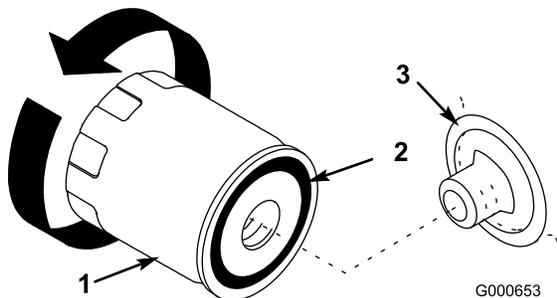

Рисунок 24
- Снимите старый фильтр и протрите поверхность прокладки переходника фильтра (Рисунок 24).
- Нанесите тонкий слой свежего масла на резиновую прокладку нового фильтра (Рисунок 24).
- Установите новый масляный фильтр в адаптер фильтра. Поверните масляный фильтр по часовой стрелке, пока резиновая прокладка не соприкоснется с адаптером фильтра, после этого затяните фильтр, повернув его еще на пол-оборота (Рисунок 24).